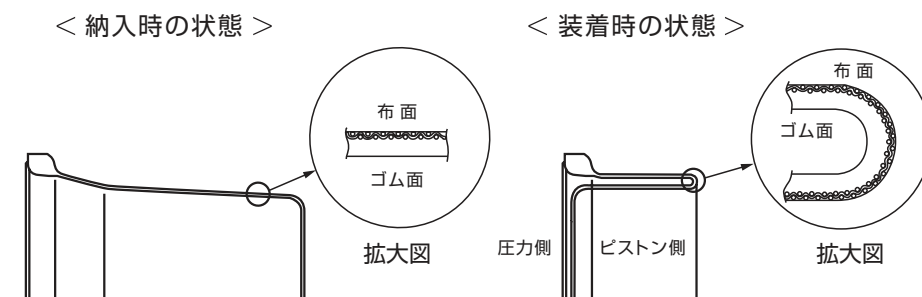

Fig.8
- ① BFダイヤフラムの両面に適当な潤滑剤（例：二硫化モリブデン粉末）を塗布する。
- ② a) 組み付け用にBFダイヤフラムの環状U溝を形成させるため、BFダイヤフラムの頭部コーナーを、納入状態の山高形状から組み付け状態の形状に反転させる。(Fig.8)
- ① BFダイヤフラムの両面に潤滑剤（例：二硫化モリブデン粉末）を塗布する。
- ② a) 組み付け用にBFダイヤフラムの環状U溝を形成させるため、BFダイヤフラムの頭部コーナーを、納入状態の形状から組み付けの形状に反転させる。(Fig.8)
- ① BFダイヤフラムF,Rの両面に潤滑剤（例：二硫化モリブデン粉末）を塗布する。
- ② a) 組み付け用にBFダイヤフラムの環状U溝を形成させるため、各BFダイヤフラムの頭部コーナーを納入状態の山高形状から組み付け状態の形状に反転させる。(Fig.8)